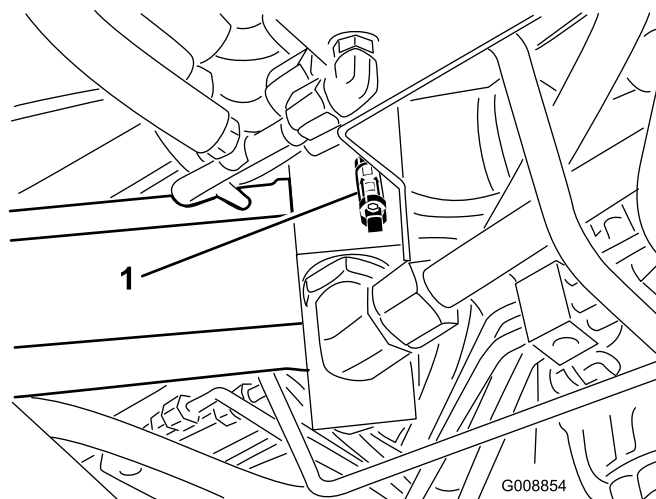
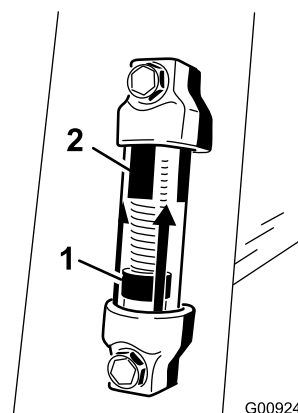

図 88
図 89
**注** 各フィルタの取り付け部の上部に油圧フィルタ整備インジケータ（図 88）がついている場合には、50運転時間ごとにこれを点検して、フィルタに詰まりが発生しているかどうかを調べます。インジケータの黄色の棒（図 89）が赤いゾーンに入っていたら、フィルタを交換すべき時期です。